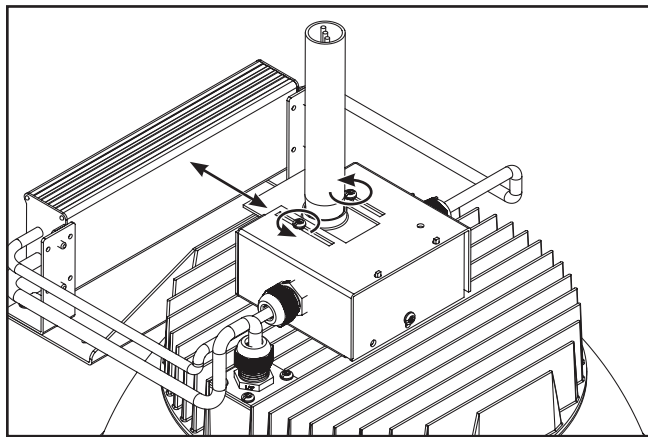

Figura 8.
4. Afloje los 2 tornillos en la parte superior de la placa de montaje ajustable dándole una vuelta y media, luego deslice la placa de montaje ajustable hasta que la luminaria cuelgue a nivel, usando el nivel de agua como guía si es necesario. Vuelva a apretar los 2 tornillos. (Figura 8)